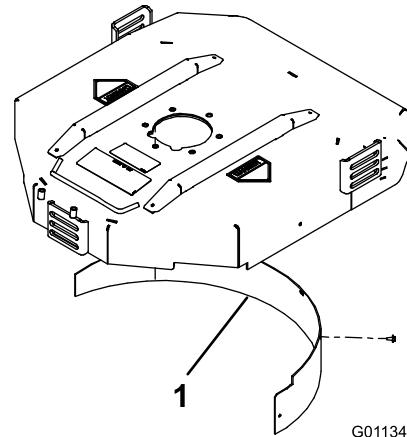

图8
2. 将碎草隔板装入后开口内并使用 5 个凸缘头螺栓进行固定 图8。